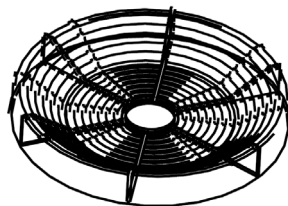

Fig.4
Hvis du ønsker å benytte ventilatoren med resirkulasjon, må du benytte syntetiske kullfiltere (fig. 4) samt et avtrekksrør med en innvendig diameter på 120 mm. Den osen som oppstår ved matlaging, renses ved hjelp av kullfilter og ledes tilbake til kjøkkenet gjennom et avtrekksrør som monteres øverst i skapet
2. Kullfiltre (2 stk. – fig. 4)